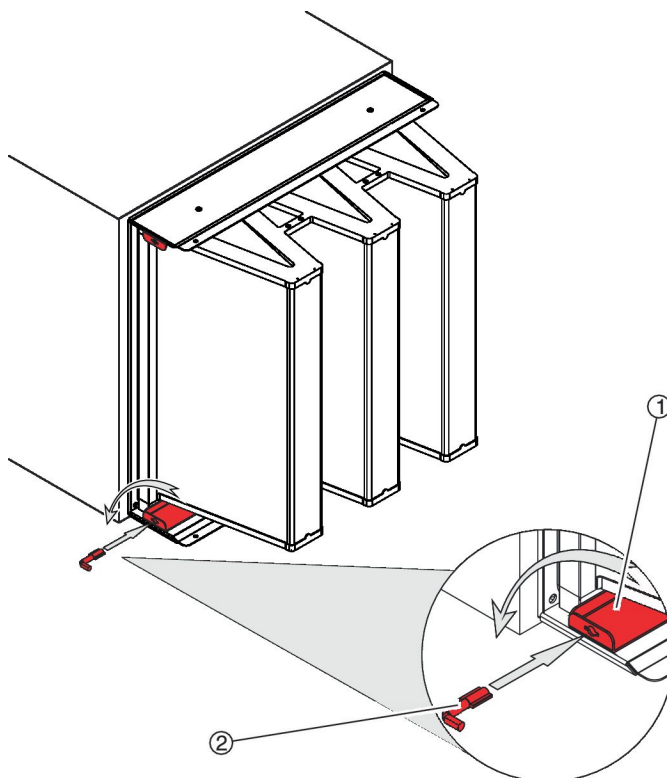

Fig. 57 : Introduction de la clé spéciale
- ▶ Insérer la clé spéciale (Fig. 57 /2) dans le renforcement de chaque rail de fixation (Fig. 57 /1) et la tourner à 90° dans le contraire des aiguilles d'une montre.